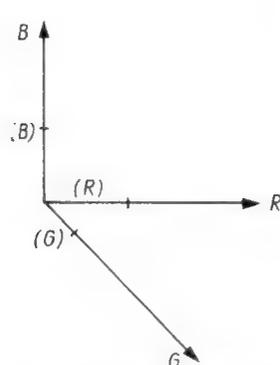

Bild 7. Darstellung der Farbe durch die drei Farbeinheitsvektoren $(R), (G), (B)$
Darin sind $(R), (G), (B)$ die Farbeinheitsvektoren der drei Eichfarben (Bild 7). Sie sind so gewählt, daß